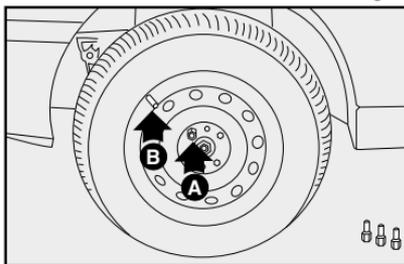

fig. 6
7) Introduzca el primer tornillo **A**-**fig. 6**, en el orificio más cercano a la válvula de inflado **B**.